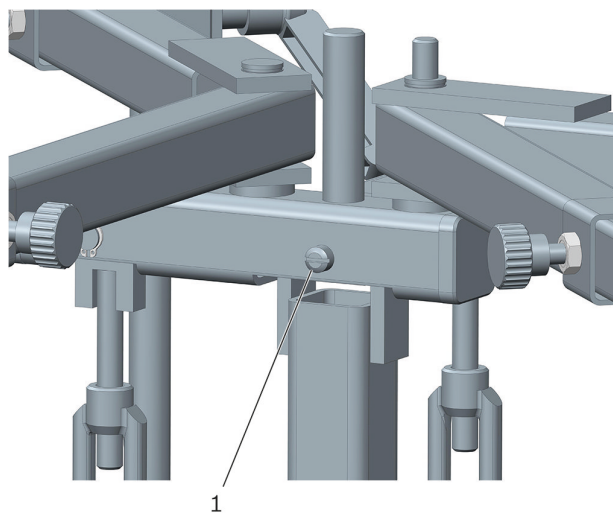

Figura 11: A posição do parafuso de haste 1, parafuso de haste 2 é no lado oposto (não visível)
- ▶ Garanta uma conexão dos parafusos de haste (2 peças) na ordem correta na área de rotação do suporte de caixa de transmissão (consulte a figura 11).